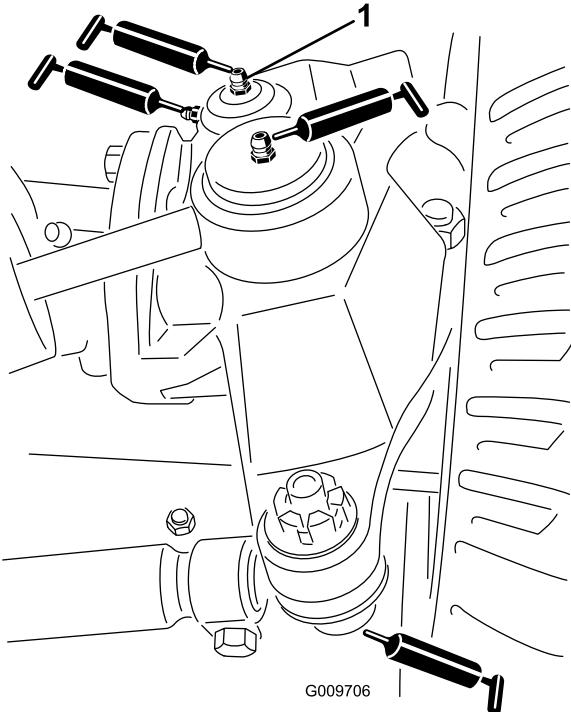

図 45
- ステアリングシリンダのボールジョイント 2ヶ所 図 45
- タイロッドのボールジョイント 2ヶ所 図 45
- キングpinのブッシュ2ヶ所 図 45。但しキングpin上部は1年に1回のみポンプ2回押しのみとする。